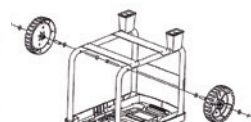

Fig.4
4. inserire l'asse delle ruote nel telaio, inserire una rondella, la ruota, un'altra rondella e fissarla con il perno. Poi posizionare la parte superiore della ruota. (Fig 4).
5. Ripetere i passaggi del punto 4 per l'altra ruota (Fig 4).